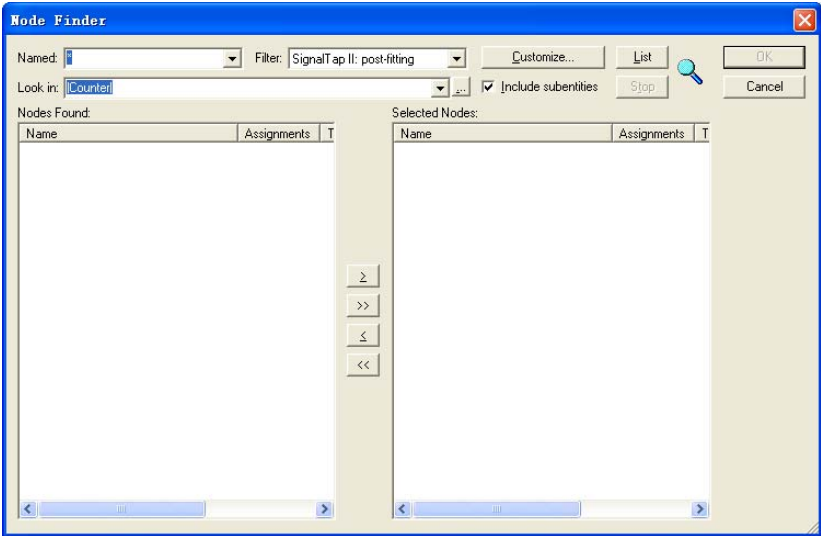

图 3-47 结点查找对话框
29. 选择逻辑分析仪时钟，本实验中就以计数器时钟作为逻辑分析仪时钟。确认左下角的标签页是 setup，然后点击右下侧 SignalConfiguration 中的 Clock 栏后的按钮。出现如图 3-47 所示。